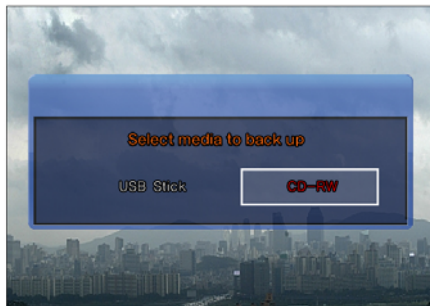

Figura 1.
- ① Durante a monitoração, pressione o botão COPY se desejar capturar uma imagem. Quando a Figura 1 é exibida, pressione SIM para armazenar a imagem no HDD e selecione o dispositivo de backup - um memory stick USB ou CD-RW. A imagem estática será transferida para o dispositivo de backup selecionado.